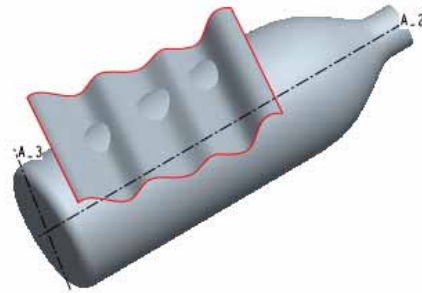

图 34-12
- (4) 单击特征操控板中的按钮，完成曲面移动，结果如图 34-12 所示。